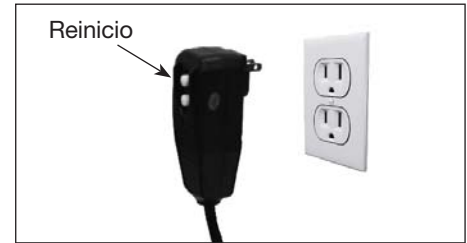

Figura 9 - Botón de reinicio/enchufe con conexión a tierra
6. Enchufe el cable de corriente en un tomacorriente de 120 V con conexión a tierra, que se encuentre en un circuito dedicado. No use un cable de extensión. Presione el botón de reinicio en el adaptador de GFCI del enchufe. Esto debe hacerse cada vez que la unidad se enchufa en un tomacorriente.(Figura 9)